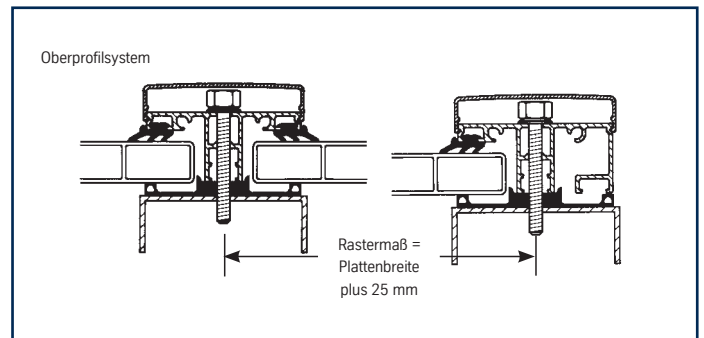

Abb. 24
b) Bei Oberprofilssystemen wird das Aluprofil auf die Verglasung bzw. das Weichgummiprofilband aufgelegt. Durch die bereits vorher angebrachten Durchgangsbohrungen wird durch das untere Weichgummi band in die Unterkonstruktion vorgebohrt (ca. \varnothing 5 mm) und mit geeigneten Edelstahlsschrauben (siehe Alwo® Lieferprogramm) das gesamte System auf der Unterkonstruktion befestigt (siehe Abb. 24). Hierbei zentriert die im Weichgummi band vorgesehene Bohrrille den Bohrer bzw. die Schrauben. Die Schrauben dürfen nicht überdreht werden; deshalb nicht mit Schlagschraubern arbeiten. Es dürfen nur die zum System gehörenden Klemmschrauben verwendet werden, da sonst die Ausreißfestigkeit nicht gewährleistet ist. Für die einfache Verschraubung empfehlen wir SB 196, Spezialsteckschlüssel 3/8" für Alwo® Schrauben!